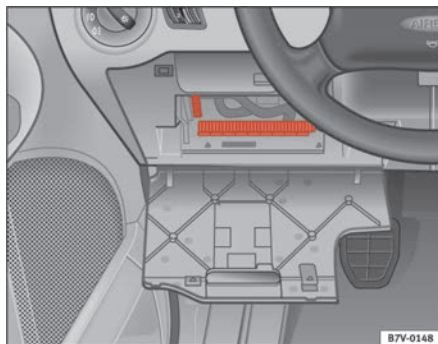

Abb. 161 Links in der Instrumententafel: Sicherungskasten
- Nehmen Sie die Abdeckung des Sicherungskastens ab ⇒ Abb. 161.